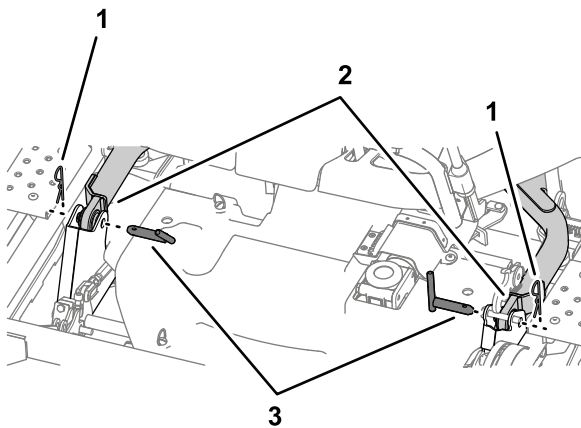

Figura 115
10. Îndepărtați cele 2 cuie de osie i 2 cuie spintecate care fixează braele de ridicare pe fiecare parte a punii mainii de tuns iarba (Figura 115).
6. Montați cuiul de osie și cuiul spintecat pentru a fixa braele de ridicare pe fiecare parte; consultați Figura 115 din Demontarea punii mainii de tuns iarba \(Pagină 76\).